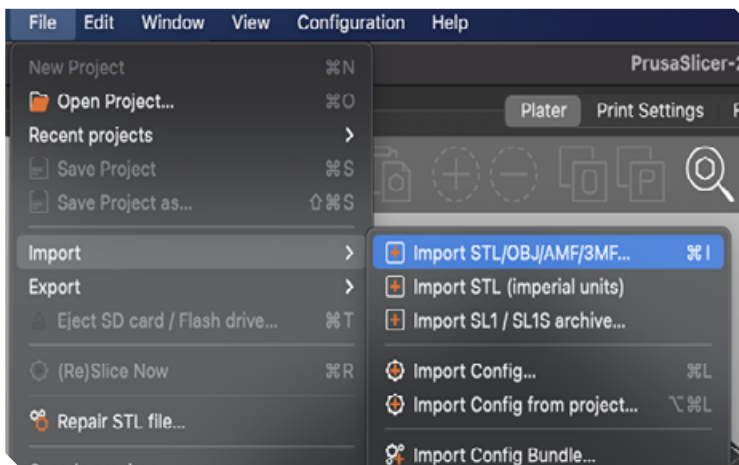

Figura 3 - Menu de importação de arquivos no PrusaSlicer
- Clicando sobre o menu File -> opção Import e por fim Import STL/ OBJ/AMF/3MF. Ao abrir a caixa de seleção dos arquivos, basta escolher o arquivo STL e clicar sobre o botão Open. (Figura 3);